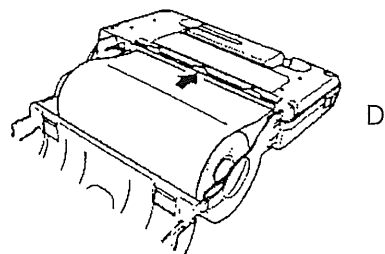

図4-3
(図4-3のAの矢印1)
(図4-3のAの矢印2)
(図4-3のB)
4. ロール紙を図4-3のCのようにペーパーホルダにセットしてください。
(図4-3のD)